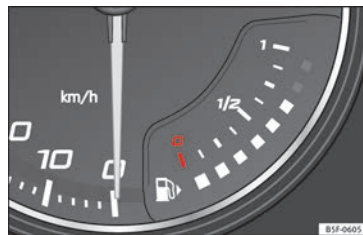
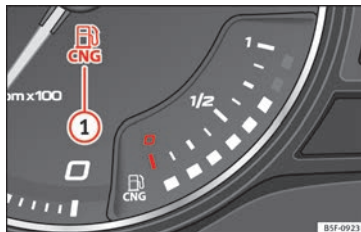

Fig. 125 Cuadro de instrumentos: indicador de nivel de gasolina/diésel
Fig. 126 Cuadro de instrumentos: indicador de nivel de gas natural
El indicador » **fig. 125** funciona sólo con el encendido conectado. Cuando el indicador alcanza la marca de la reserva se ilumina en »
Los indicadores » **fig. 126** y » **fig. 125** funcionan sólo con el encendido conectado. Cuando el indicador alcanza la marca de la reserva se ilumina en rojo el diodo luminoso inferior y el testigo de control aparece. Cuando el nivel de combustible es muy bajo, parpadea el diodo luminoso inferior en rojo.
- El testigo de control verde » **fig. 126 ①** se ilumina cuando el vehículo está funcionando con gas natural.
- El testigo de control verde ① se apaga cuando se acaba el gas natural. El motor pasa a funcionar con gasolina.